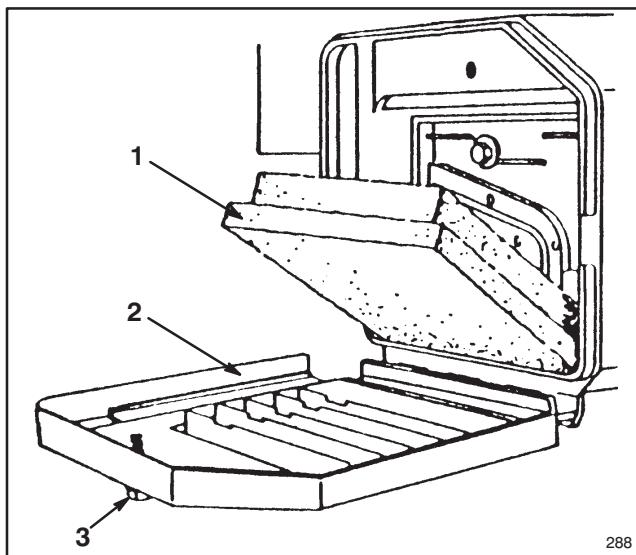

Figure 16
2. Dévisser le bouton de fixation jusqu'à ce que le couvercle puisse être retiré. Nettoyer le couvercle soigneusement (Fig. 16).
3. Si l'élément en mousse est encastré, le retirer du boîtier de filtre à air (Fig. 16), et le nettoyer soigneusement.